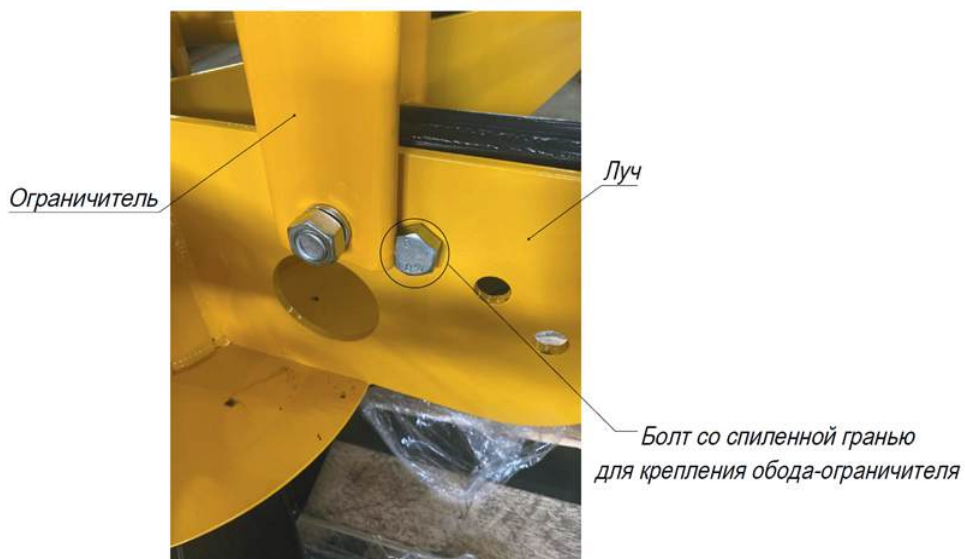

Рис. 13. Расположение ограничителя слева от отверстия для крепления обода-ограничителя
1. При установке ограничителя в отверстие, находящееся слева от отверстия для крепления обода-ограничителя, разверните болт спиленной гранью к ограничителю (налево) (см. рис. 13);